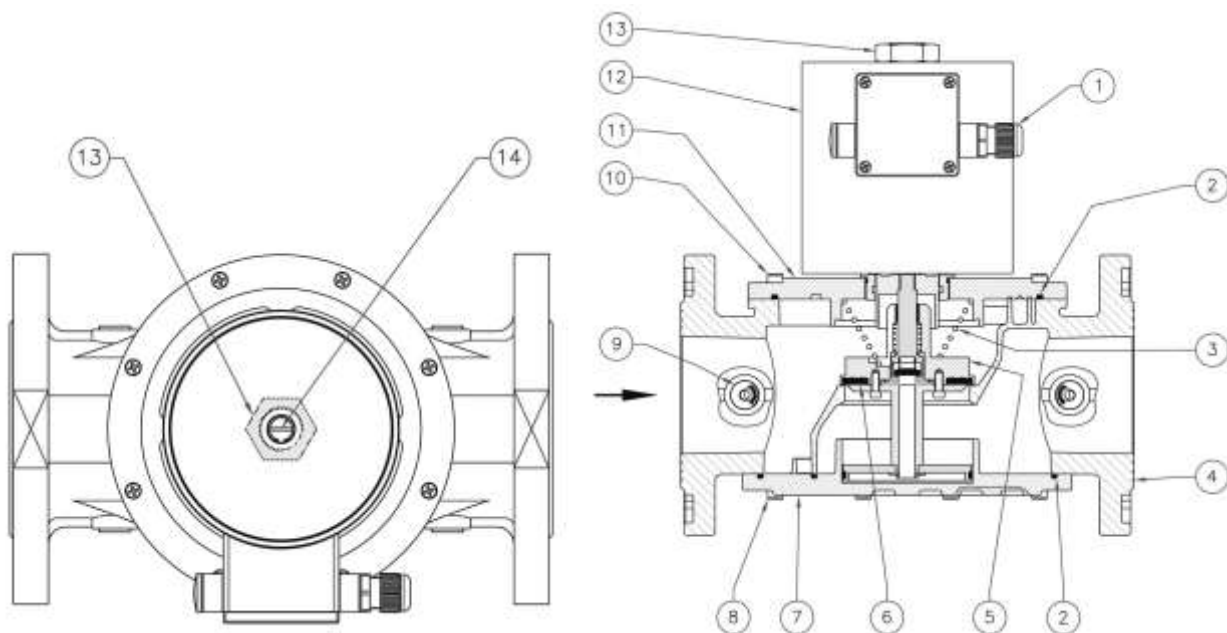

Рис. 3
Клапан рис. 3 состоит из: электрический коннектор (1); уплотнительные кольца (2); пружина запирающего механизма (3); корпус (4); затвор (5); уплотняющая прокладка затвора (6); крышка нижняя (7); винты крепления крышки (8); заглушка (9); винты (10); крышка верхняя (11); электромагнитная катушка (12); гайка крепления электромагнитной катушки (13); винт регулировки расхода (14).